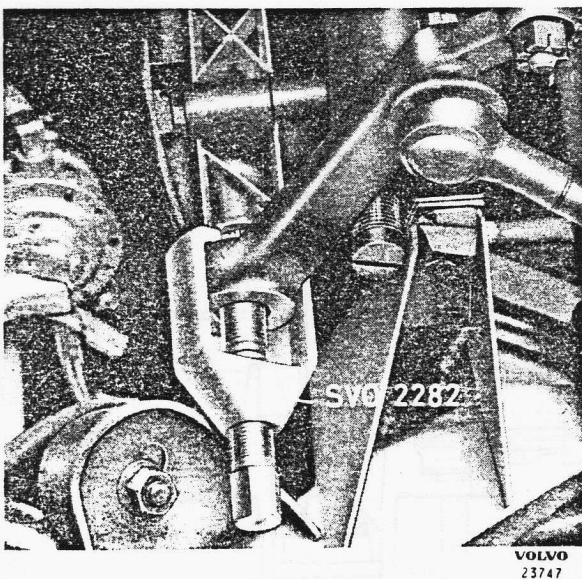

Bild 6-4. Lenkstockhebel ausbauen
6. Lenkstockhebel mit Abziehvorrichtung SVO 2282 abziehen, siehe Bild 6-4.